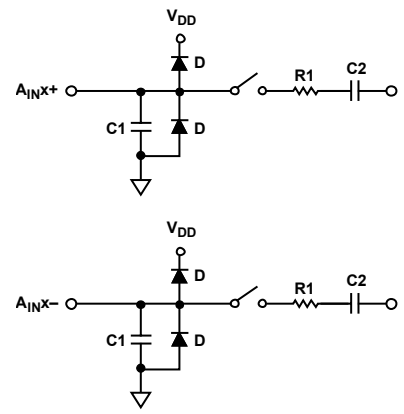

図 31. 等価アナログ入力回路、
図 31 に、AD7383 と AD7384 の等価アナログ入力回路を示します。4 個のダイオード (D) が、アナログ入力の ESD 保護機能を果たしています。アナログ入力信号が電源レールを 300mV 以上上回ることをしないよう、注意してください。この制限を超えると、ダイオードが順方向バイアスとなり、基板への導通が発生します。各ダイオードがデバイスに回復不能な損傷を与えない最大電流は 10mA です。
図 31 に示すコンデンサ C1 は通常 3pF で、主にピン容量によって決まります。抵抗 R1 はスイッチのオン抵抗で構成される集中定数コンポーネントです。この抵抗の値は通常約 200Ω です。コンデンサ C2 は ADC のサンプリング・コンデンサで通常 15pF です。